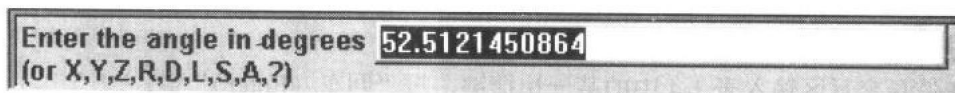

图 1-8
4. 在信息交互区出现直线 L2 和 L1 之间的角度值, 如图 1-8 所示, 按“回车 (Enter)”键;